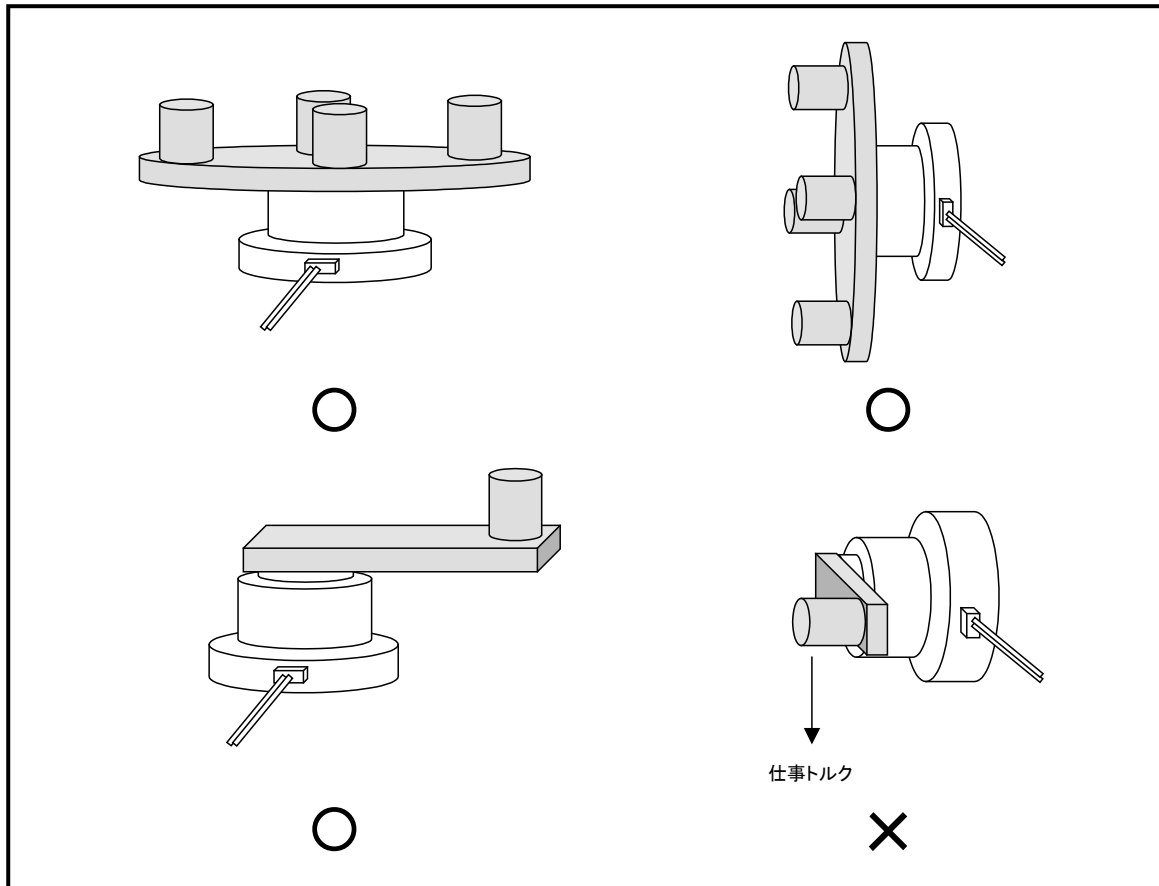

図 4.4 仕事トルクの作用
- ◆ 図 4.4 のように仕事トルク(外部からアクチュエータの出力軸を回転させる力)が作用している時は、オートチューニングができません。この場合も手動でゲイン調整を行ってください。